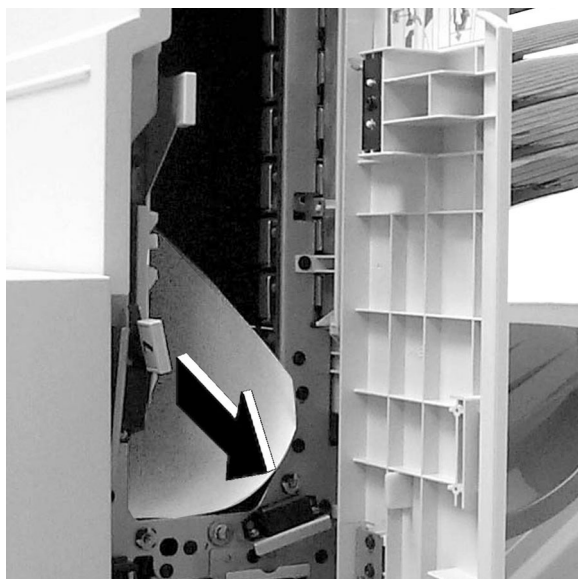

Figura 15: Modo de quitar el papel del área 7
- 3** Quite el papel atascado (Figura 15).